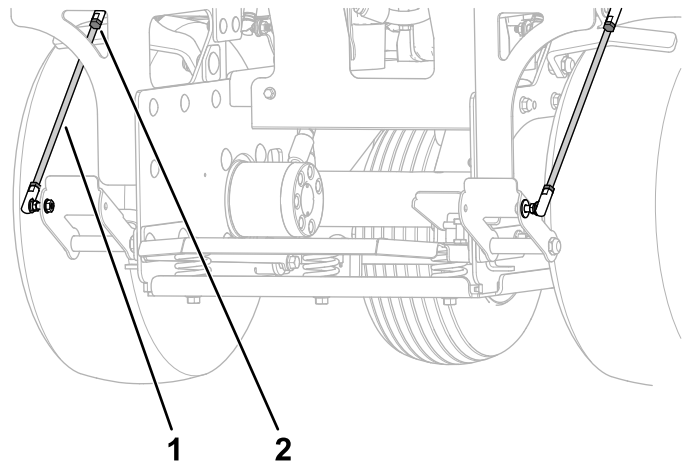

Figura 90
4. Afloje las 2 contratuercas del acoplamiento del freno en la parte trasera de la máquina (Figura 90).
5. Para aumentar la resistencia del freno, gire el acoplamiento 1 o 2 vueltas en sentido antihorario (Figura 90).
7. Apriete las 2 contratuercas (Figura 90).